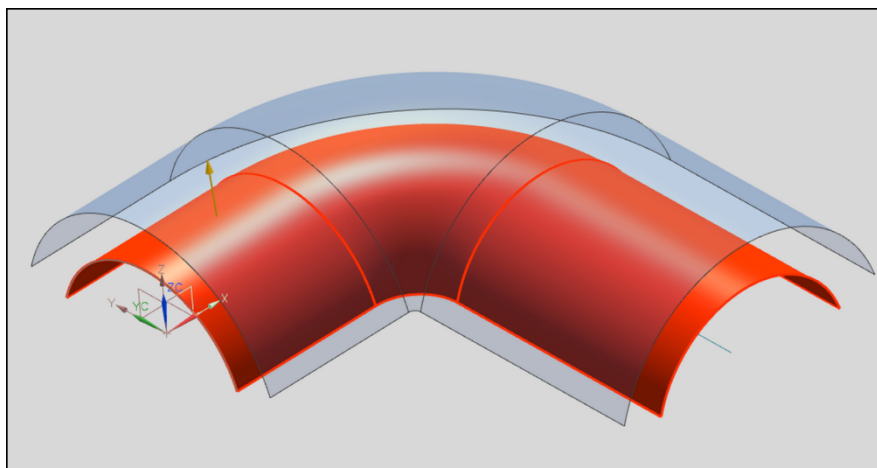

Рис. 1.32. Поверхность свободной формы, созданная с помощью опции **Смещение поверхности**
- курсором выделяется грань (рис. 1.32);
- после нажатия клавиши **ОК** в графическом окне создается смещенная поверхность (рис. 1.32).